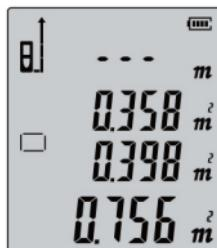

Рис. 3
- Нажмите кнопку **READ**, чтобы получить результат сложения этих двух площадей, как показано в Рис. 3.